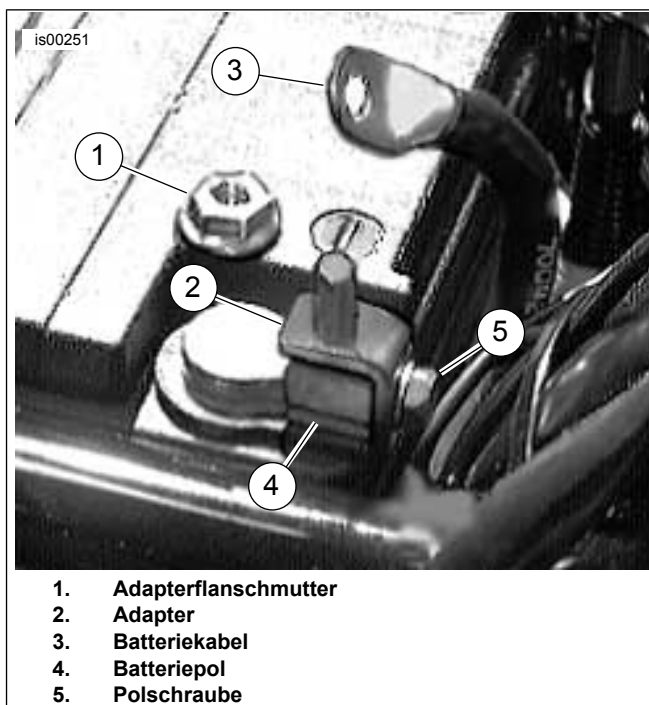

Abbildung 3. Poladaptersatz
- a. Siehe Abbildung 3. Die vorhandene Polschraube durch die Bohrung im Adapter führen und den Adapter am Pol befestigen. Schrauben anziehen.